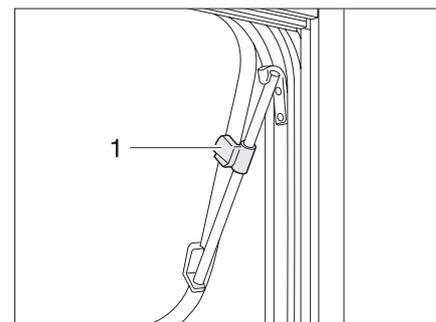

Fig. 20 Fenêtre projetante avec bras pivotants, ouverte
- ▶ Ouvrir la fenêtre projetante jusqu'à la position désirée et la bloquer avec la molette (Fig. 20,1).
- ▶ Tourner la molette (Fig. 20,1) jusqu'à ce que le dispositif de blocage soit libéré.